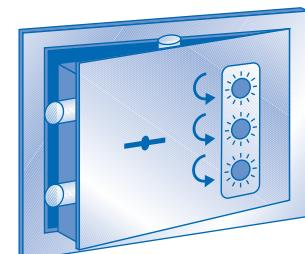

Fig. 3
- C) Ruotare a ZERO i selettori verso sinistra, fino all'arresto (Fig. 3).